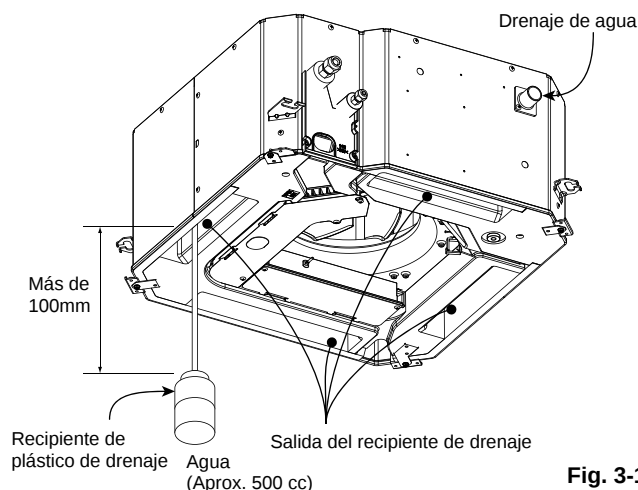

Fig. 3-12
- (1) Conecte la alimentación a la tarjeta de terminales de alimentación (terminales R y S) del interior de la caja de componentes eléctricos.
- (2) Introduzca lentamente unos 1.200 cc (Tipo CAF-P) o 500 cc (Tipo CAF-P-M) de agua en el recipiente de drenaje para comprobar el drenaje. (Fig. 3-12)